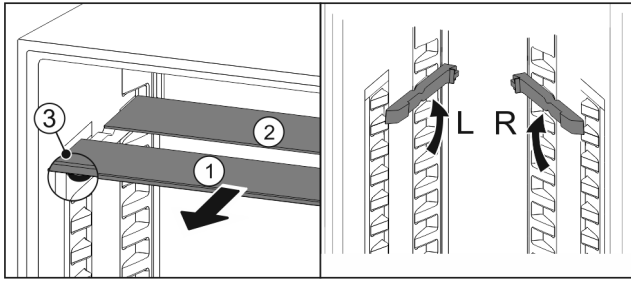

Fig. 179
- Glasplatten einzeln nach vorne herausziehen Fig. 179 (1).
- Glasplatte Fig. 179 (1) mit Zierleiste liegt vorne.
- Stopps Fig. 179 (3) zeigen nach unten.